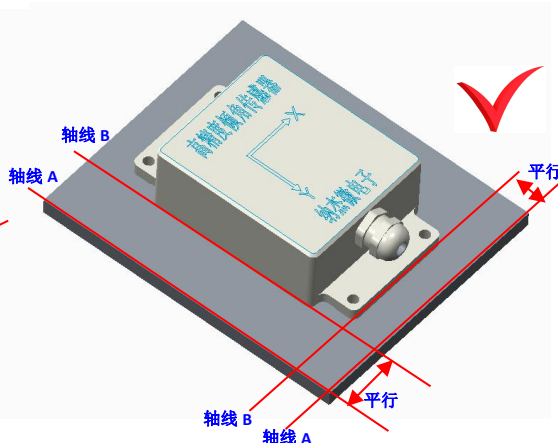

图 6 正确安装
- 2) 传感器轴线与被测量轴线必须平行，两轴线尽可能不要产生夹角。正确安装方式如图 6 所示。